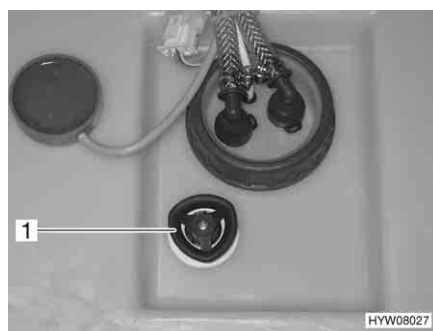

Fig. 150 Serbatoio dell'acqua con maniglia girevole
- Sul serbatoio dell'acqua, ruotare la maniglia girevole (Fig. 150,1) in senso orario fino all'arresto.
- Sul serbatoio dell'acqua, ruotare la maniglia girevole (Fig. 150,1) in senso antiorario fino all'arresto. L'acqua fuoriesce fino a ca. 20 litri.